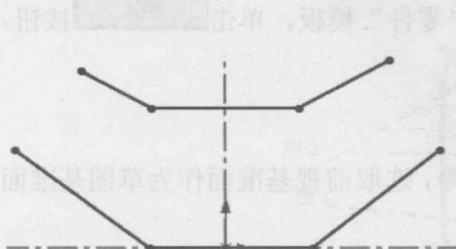

图 1.3.3 绘制的直线
(2) 绘制直线。选择下拉菜单 **工具(T)** → **草图绘制实体(E)** → **直线(L)** 命令，在图形区中绘制图 1.3.3 所示的直线。